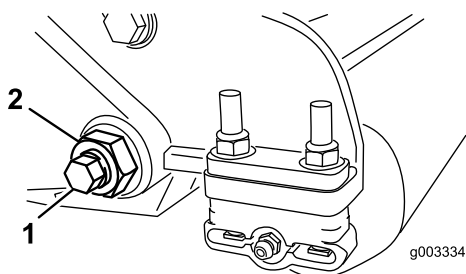
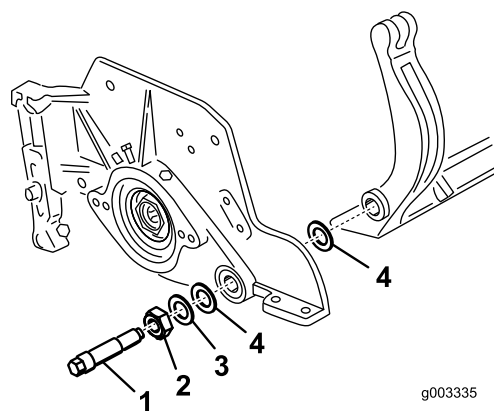

Figure 30
Figure 31
3. De chaque côté de la machine, desserrez le contre-écrou de fixation du boulon de la barre d'appui (Figure 30).
4. Retirez les boulons de la barre d'appui de façon à pouvoir abaisser la barre et la déposer de la machine (Figure 30). Mettez de côté les 2 rondelles en nylon et la rondelle en acier estampée situées de chaque côté de la barre d'appui (Figure 31).
2. Fixez la barre d'appui sur chaque plaque latérale avec les boulons (munis d'écrous) et 6 rondelles. Une rondelle en nylon doit être placée de chaque côté du bossage de la plaque latérale. Placez une rondelle en acier à l'extérieur de chaque rondelle en nylon (Figure 31). Serrez les boulons de la contre-barre à un couple de 37 à 45 Nm. Serrez les contre-écrous jusqu'à ce que les rondelles d'acier extérieures cessent de tourner et que le jeu axial soit supprimé, mais ne serrez pas excessivement et ne faites pas fléchir les plaques latérales. Les rondelles peuvent présenter un espace à l'intérieur.